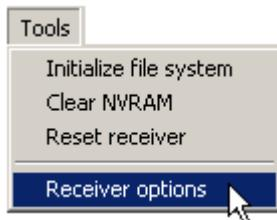

Рисунок 4-8. Выбор пункта меню **Receiver options**
2. Выберите пункт меню **Tools > Receiver Options** (**Инструменты > Опции приемника**), см. рис. 4-8.